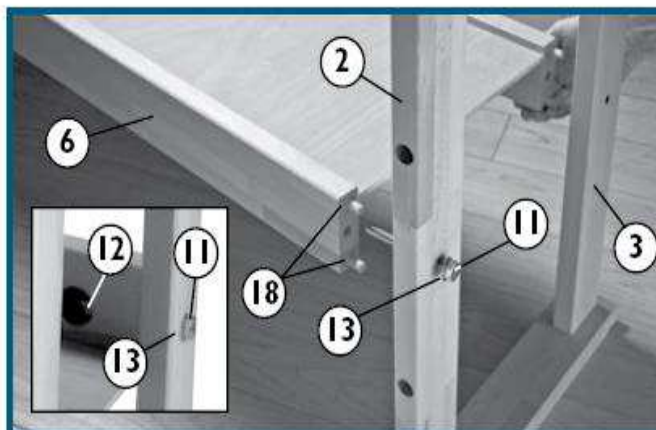

Fig. 3
3.) Montáž podnoží 2. část - Fig. 3